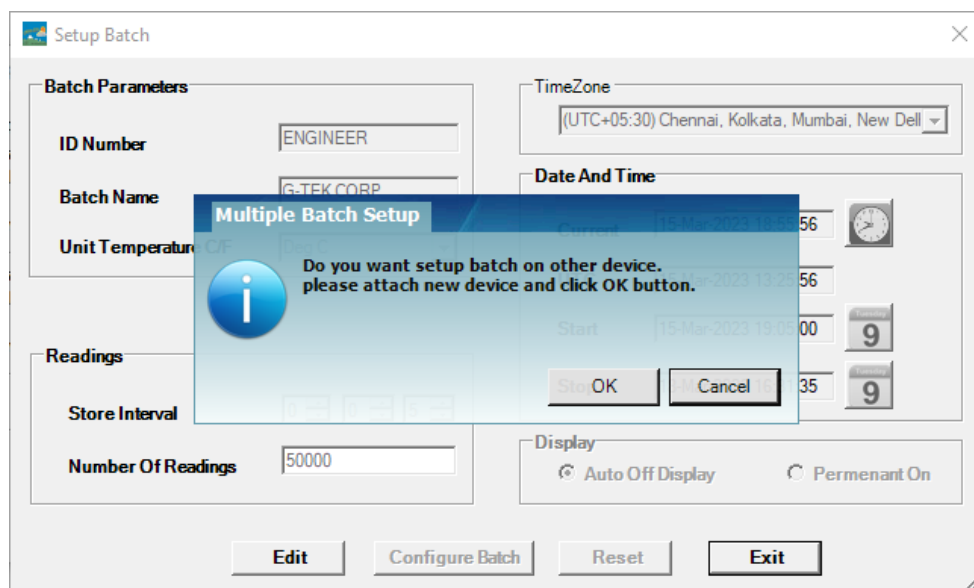

图 6 为多台设备设置批任务
- 完成第一台设备的配置后，将弹出消息窗口，如图 6 所示。请将另一台设备连接到计算机应用程序，单击“确定”按钮继续。